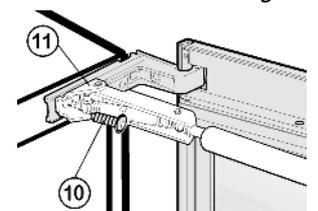

Fig. 7
- ▶ Retirer le lavis Fig. 7 (10) centrale du logement de l'amortisseur de fermeture Fig. 7 (11).